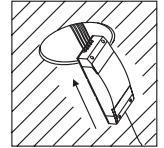

FIG.10
7. Después de conectar los cables, ubique la caja de control sobre el cieloraso, pasando a través del agujero. (Ver FIG.10)